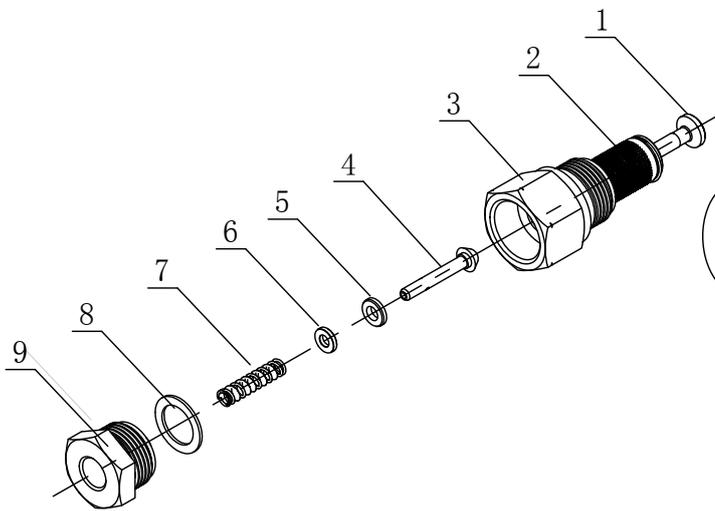
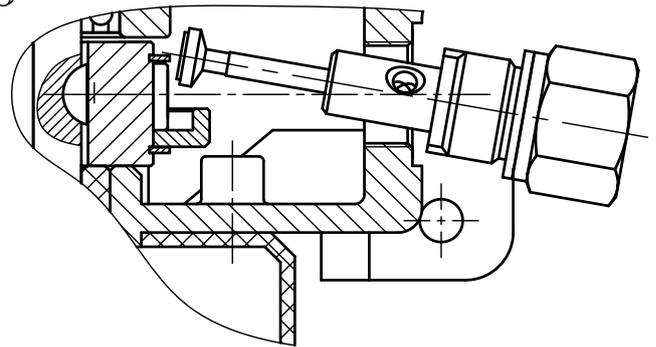

图 12
图 13
11.1.1 单向阀清洗 (图 12): 当泵不出油或压力为零时, 用 27 开口扳手拧下泵单元组件, 取下零件 1 (柱塞), 注意拆卸时该零件不要遗落在泵体内。再用 24 开口扳手拧下零件 9, 并用镊子依次取出 8、7、6、5、4; 用煤油清洗各零件, 零件 2 (滤网) 零件 3 (泵体) 也需一同清洗。清洗干净后, 再按顺序重新装好, 故障便可排除, 安装时如图 13 所示, 柱塞头部必须放到轨道槽内。